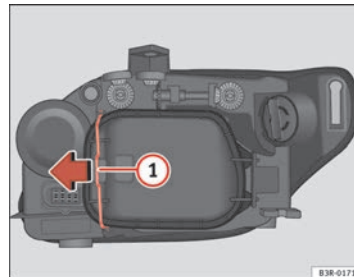

Fig. 200 Feu de position (côté extérieur véhicule)
- Déplacez le tirant ⇒ page 280, fig. 200 ① dans le sens de la flèche et retirez le couvercle rigide en séparant d'abord le côté du tirant et en ôtant ensuite les deux languettes de l'autre extrémité du couvercle.